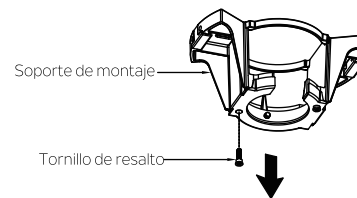

Fig. 14
Paso 1. Retire uno de los dos tornillos de resalto en el soporte de montaje. Afloje el segundo tornillo de resalto sin retirarlo por completo. (Fig. 14)